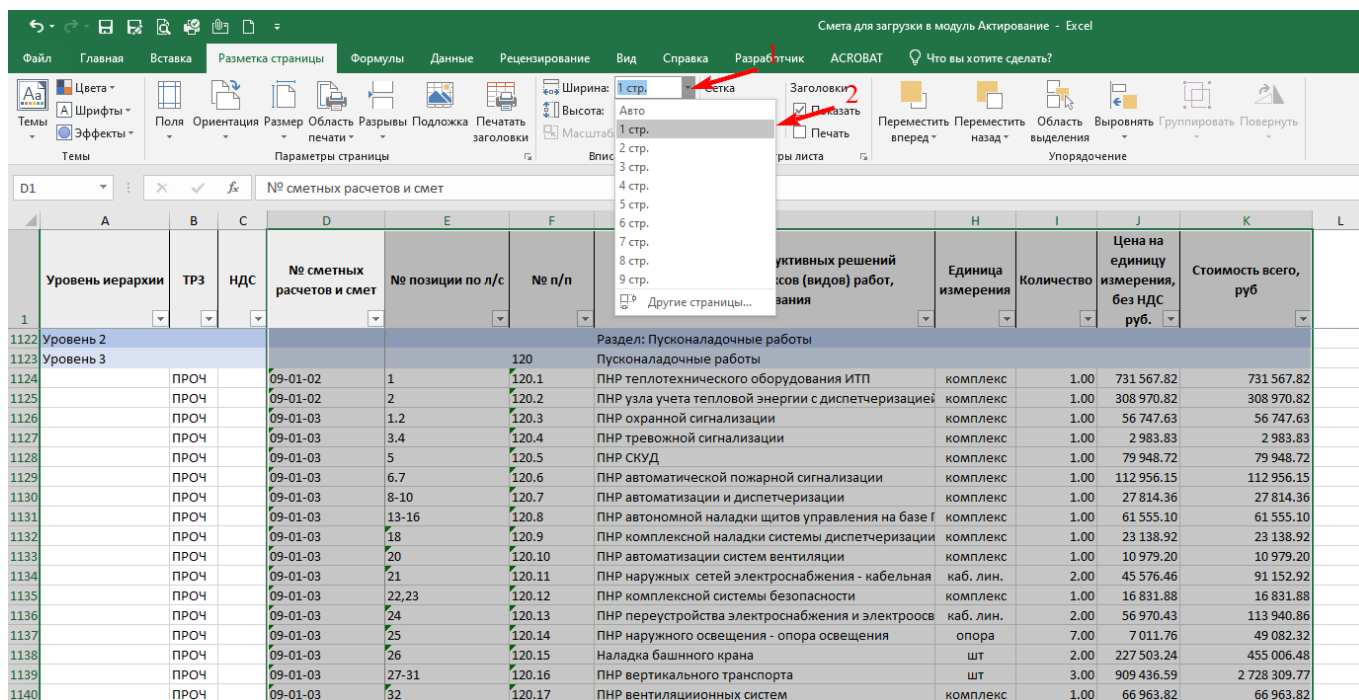

Рис. 15 – Настраиваем ширину печати
После того как область печати задана, нужно задать ширину печати (1) для размещения таблицы на 1 странице нужно выбрать из выпадающего списка - 1 стр. (2) (Рис. 15).